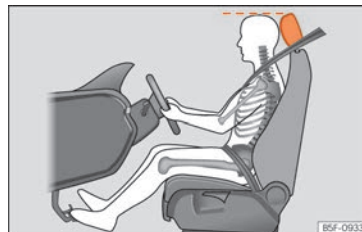

Fig. 84 Posición correcta del apoyacabezas del conductor.
- Ajuste longitudinalmente el asiento de forma que pueda pisar a fondo los pedales del freno, del embrague y del acelerador con las rodillas ligeramente dobladas » **fig. 84.**